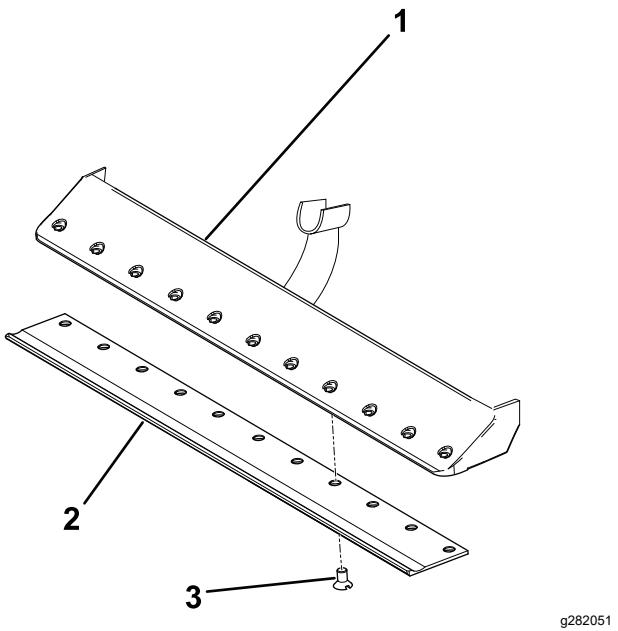

Figura 18
4. Applicate un composto antigrippaggio sulle viti e montate la controlama sulla barra di appoggio come segue (Figura 18):